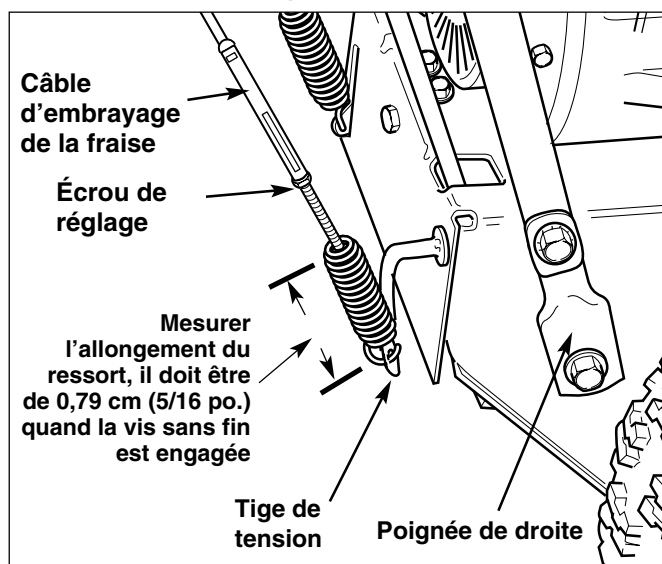

Figure 23. Tige d'embrayage d'entraînement de vis sans fin
2. Vérifier qu'il n'y a aucun mou dans le câble d'embrayage de la fraise (voir Figure 23). S'il y en a, suivre les instructions de réglage du câble d'embrayage de la fraise à la page 24..
3. Mesurez la longueur du ressort de l'embrayage de la vis sans fin (Figure 23).